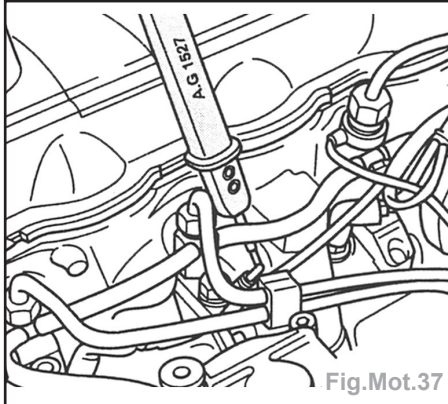

Fig.Mot.37
- A l'aide des pinces auxiliaires du jeu d'adaptateurs de métrologie, raccorder le câble de la lampe-témoin à diodes à la borne positive (+) de la batterie (Fig.Mot.37).